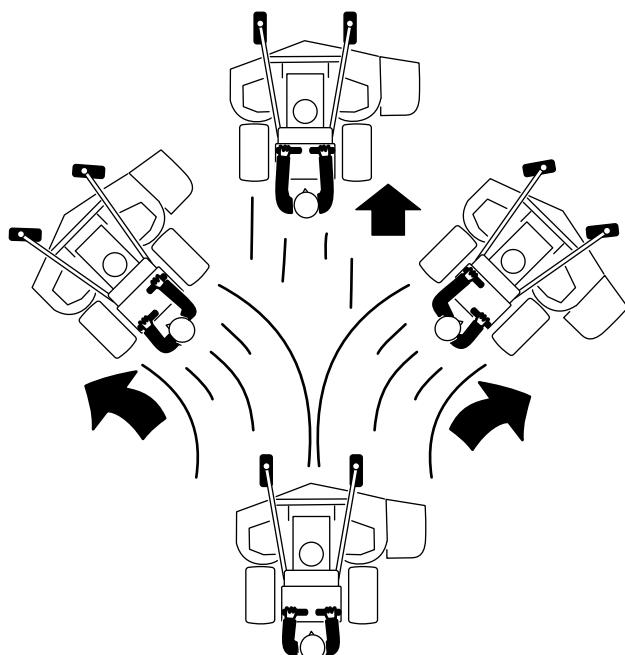

Figura 15
3. Empuje lentamente las palancas de control de movimiento hacia adelante (Figura 15).